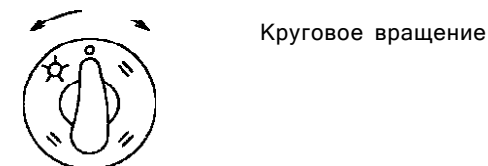
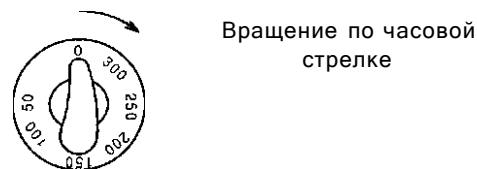

Рисунок 4
Рисунок 5
5.3 Для расширения потребительских свойств электроплита оснащена жарочным электрошкафом 3 (рис.1) имеющим комбинированное управление нагревом ручкой переключателя мощности (рис. 4) и автоматическое поддержание внутри электрошкафа температуры, заданной при помощи ручки термостата (рис. 5).
7.5 Изменение потребляемой мощности нагревателями жарочного электрошкафа, а также создание нужного режима нагрева, достигается поворотом ручки (рис. 4) переключателя мощности в любую сторону до нужного положения.
7.6 Температура в жарочном электрошкафу, необходимая для приготовления того или иного продукта, поддерживается термостатом (рис. 5) от 50 до 300 °С.